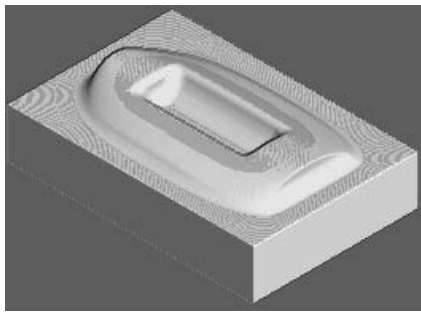

图 3-75 仿真加工结果 2
2) 在“仿真”工具栏的“当前刀具路径”下拉列表中选择要模拟的刀具路径 semifinish,然后单击“执行”按钮,系统开始自动仿真加工,仿真加工结果如图 3-75 所示。